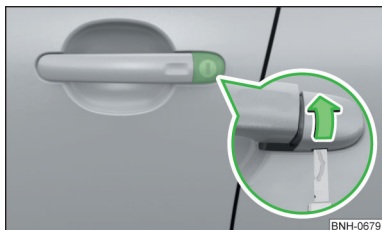

Abb. 177
- › Den Schlüssel in die Aussparung an der Unterseite der Abdeckung einschieben » Abb. 177 und die Abdeckung in Pfeilrichtung aufklappen.